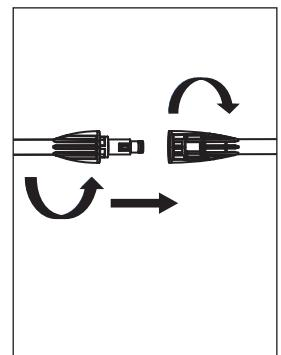

Figure 10 - Fixer la lance au pistolet
- Fixer la lance au pistolet, tourner et verrouiller. Fixer la buse à la lance en appuyant le bouton de raccord facile et insérer dans le connecteur rapide de la lance (voir les figures 10 et 11) (PW190100 seulement).